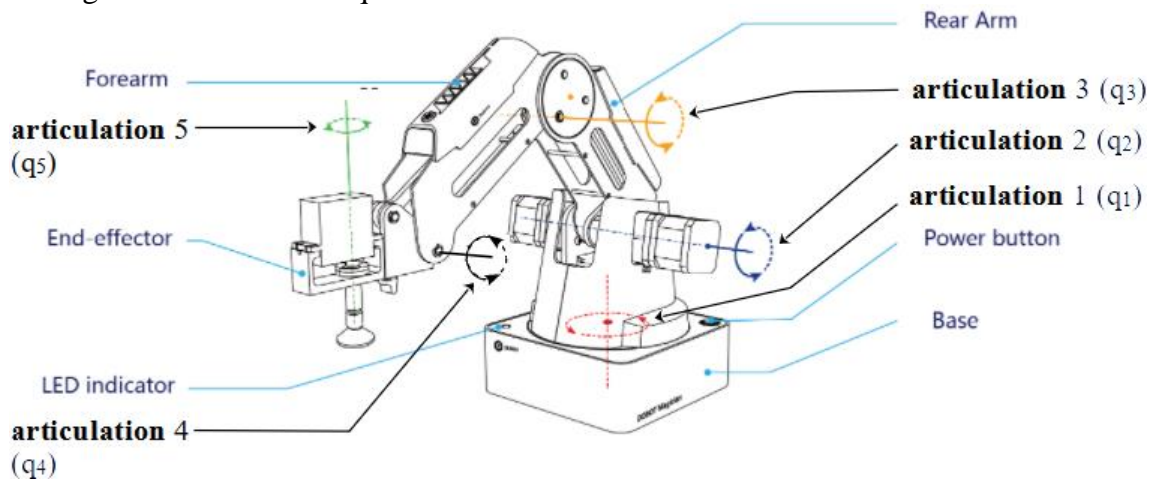

Figure 1 : Description du bras du robot muni d'une ventouse.
La valeur (non contrôlée) $\theta_4(t)$ de l'articulation 4 est telle que le support de fixation des outils du robot est, à tout instant, positionné à l'horizontal (comme illustré dans les Figures 1, 2 et 3), soit :
- **Mise en route du robot :** positionner le bras et l'avant-bras du robot de manière à obtenir un angle égal à environ 45° entre eux, puis appuyer sur le bouton '**power**' situé sur la base du robot. Après environ 7 sec, un « beep » est émis et la LED, située sur la base (voir la Figure 1), passe du jaune au vert signalant que le bras est opérationnel.